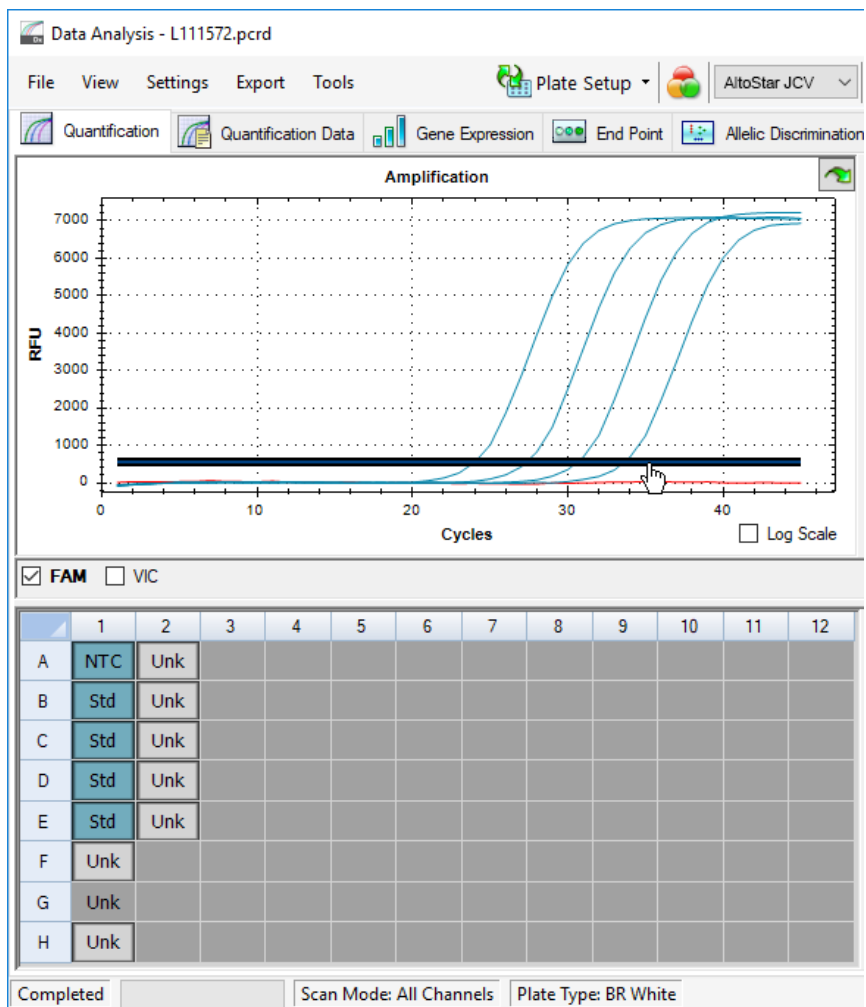

Figura 10: Ventana Data Analysis (análisis de datos): configuración del umbral FAM™
5. En la parte izquierda de la ventana Data Analysis (análisis de datos) quite la marca de la casilla de verificación **VIC** y marque la casilla **FAM** para el canal de detección de JCV objetivo (consulte la figura 10).
6. Seleccione únicamente los pocillos que contienen el NTC y el QS en la vista de placa de la ventana Data Analysis (análisis de datos) (consulte la figura 10).
7. Arrastre el pocillo de umbral por encima de la señal del NTC hacia el área exponencial de las señales de QS (consulte la figura 10).